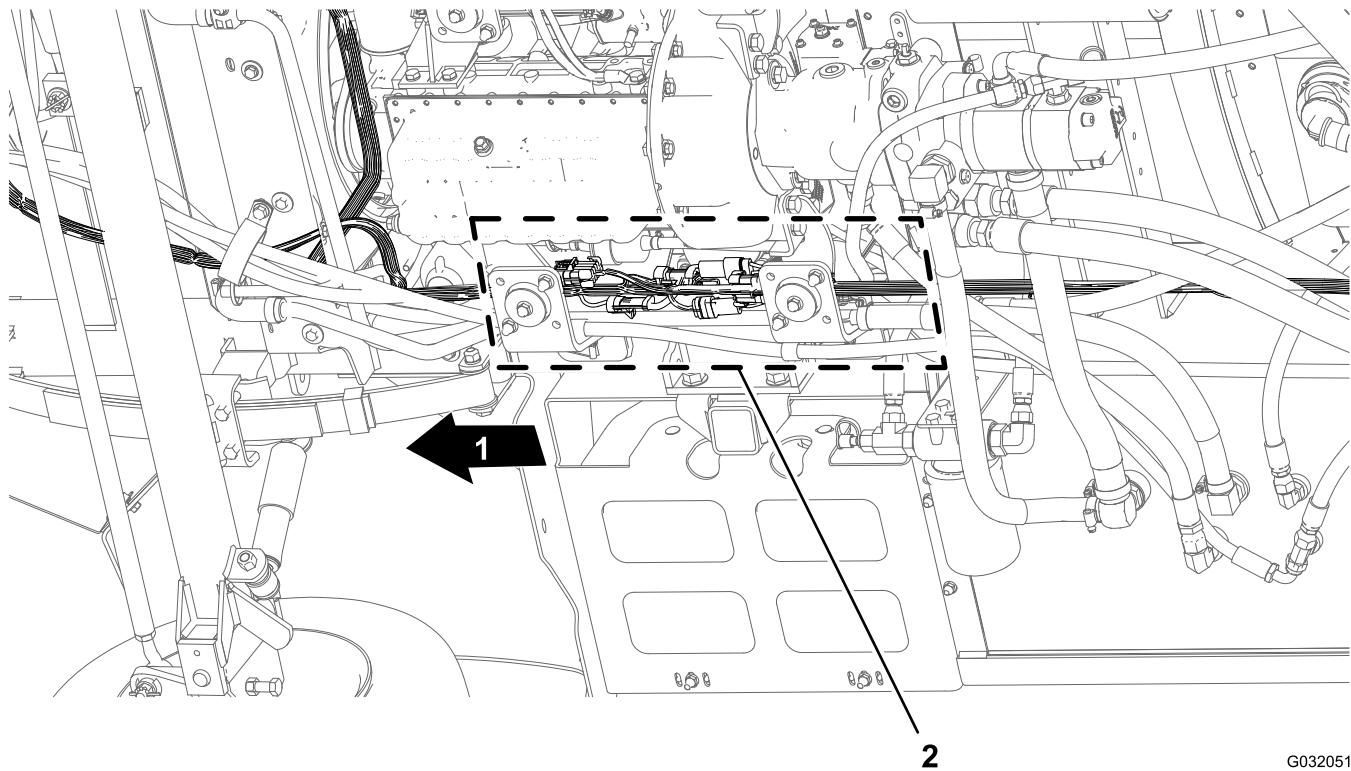

Figura 7
1. Desde debajo de la máquina, en el larguero derecho del bastidor, localice los conectores eléctricos de los arneses de cables delantero y trasero de la máquina (Figura 7).